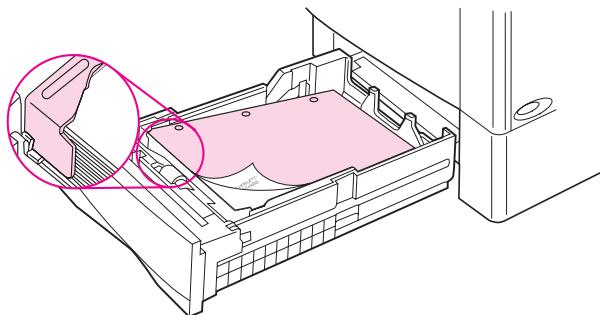

Рис. 12. Ориентация бумаги для всех других лотков
- Укладывать наклейки в лоток 1 стороной для печати вверх и верхним коротким краем по направлению к принтеру. Относительно ориентации в других лотках, см. Рис. 12. на стр. 51.
- Подача от 50 до 100 листов может производиться из других лотков. Прозрачные пленки тяжелее бумаги, поэтому не загружайте другие лотки до их максимальной вместимости. Относительно ориентации в других лотках, см. Рис. 12. на стр. 51.